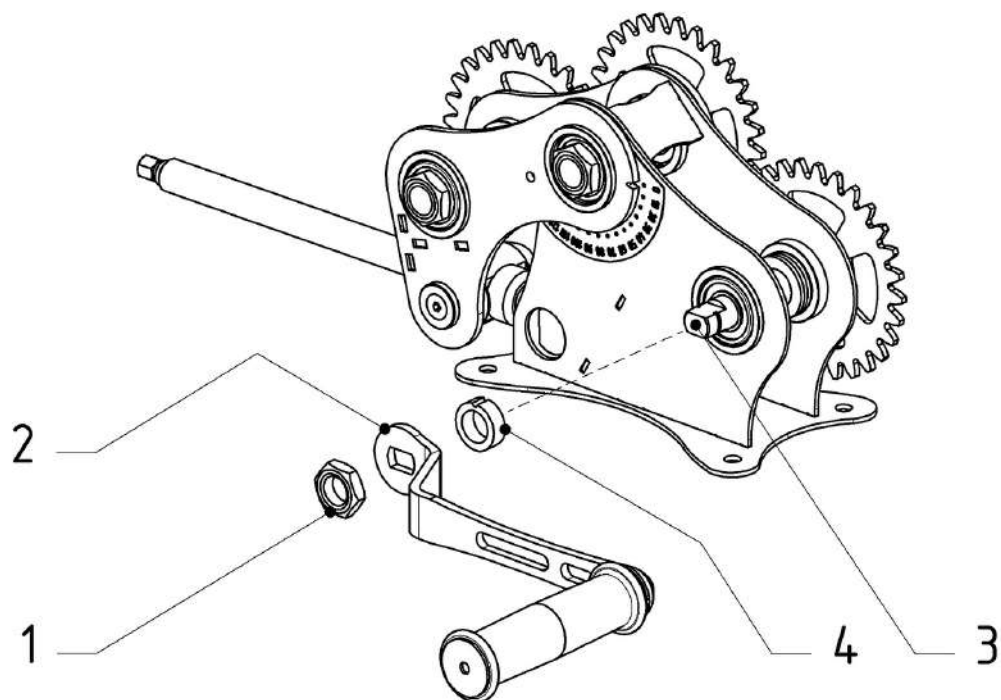

Рисунок 2 — Схема установки рукояти
Трубогиб доставляется в собранном виде, но со снятой рукоятью (2) (см. рис. 2). Сборка производится в следующем порядке:
2. Для установки рукояти нужно отвернуть гайку (1), установить рукоять (2) на выступающую за неподвижную раму часть валка (3) и навернуть гайку обратно. Перед